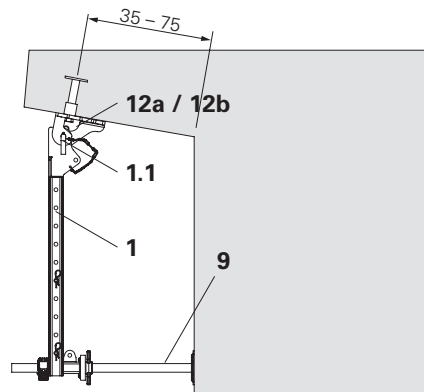

Fig. B1.08
2. Bloccare l'albero di base UJB 38 mm-80/55 **(9)** per evitarne la caduta e lo spostamento accidentale, Vedere capitolo "Zona intermedia dello sbalzo 35 – 75 cm" a pagina 14. (Fig. B1.08)